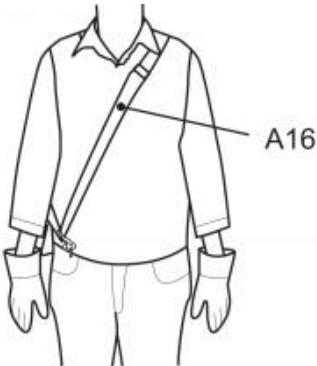

Fig. 33
2. Platzieren Sie den Gurt (A16) so, dass er über die linke Schulter verläuft und Brust und Rücken kreuzt. Der Sicherungsclip (A18) muss sich an der rechten Hüfte befinden (Abb. 33).